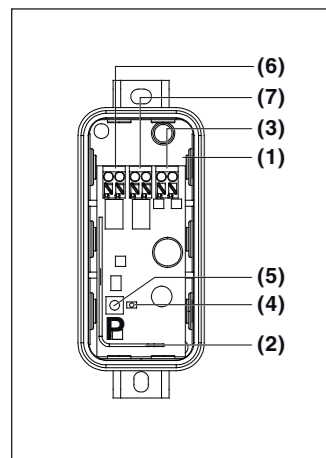

Fig. 1
2.1 Empfänger BDE324-2 (Fig. 1)
3.1 Anschluss des Empfängers (Fig. 1, 2 und 3)
2.1 Récepteur BDE324-2 (fig. 1)
3.1 Raccordement du récepteur (fig. 1, 2 et 3)